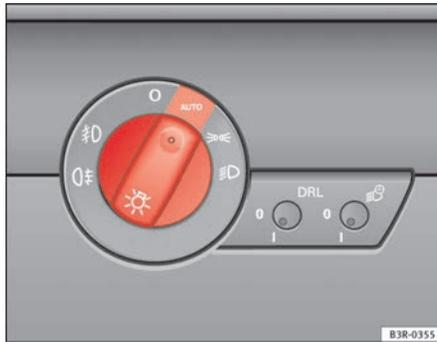

Fig. 86 Détail du tableau de bord : Commande d'éclairage
- Amenez la commande d'éclairage ⇒ fig. 86 en position **AUTO**.